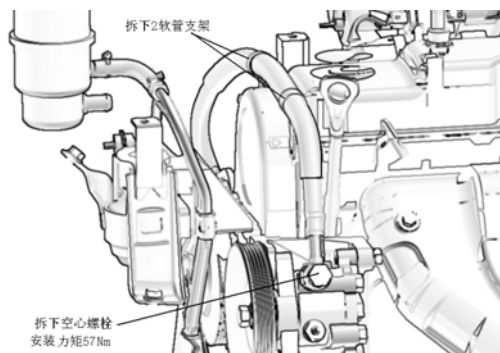

图2—20
- 2) 拆下与转向油泵连接的高压出油管，拧下空心螺栓，拆下连接于发动机上的2个软管支架，如图2—20所示。